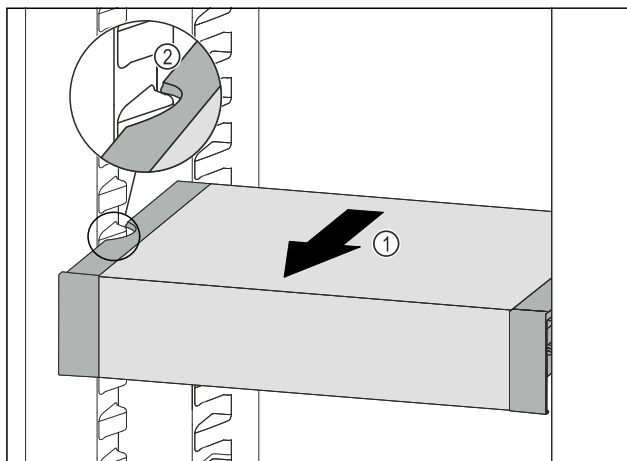

Fig. 105
- Tirer le VarioSafe vers l'avant Fig. 105 (1) jusqu'à ce que les encoches latérales du VarioSafe se trouvent au niveau de la nervure du bac dans la partie réfrigérateur.
- Fig. 105 (2)